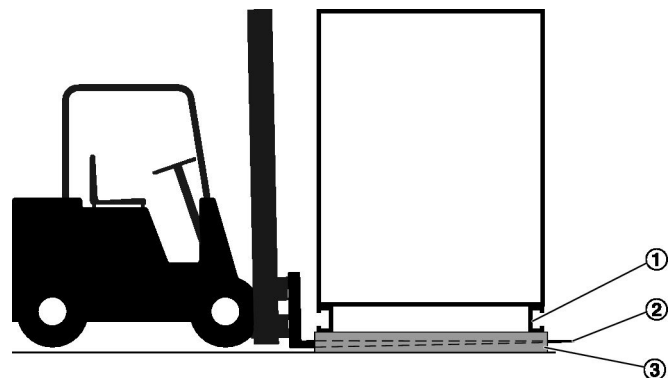

Abb. 4: Transport mit dem Gabelstapler
- 1 ▶ Die Gabeln (Abb. 4 /3) des Gabelstaplers so weit zwischen die Transporthölzer/Einwegpalette (Abb. 4 /2) fahren, dass sie auf der Gegenseite unter dem Grundrahmen (Abb. 4 /1) herausragen.